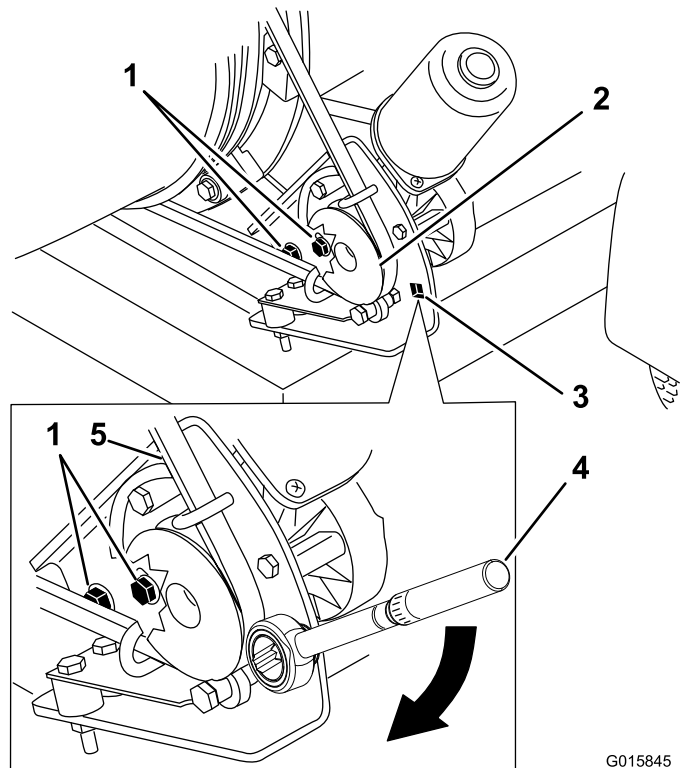

Figura 25
1. Afloje los pernos que sujetan el soporte de montaje de la polea al bastidor del soplador (Figura 25).
2. Coloque una llave dinamométrica en el soporte de montaje de la polea (Figura 25).
3. Gire el soporte de montaje de la polea alejándolo de la tobera hasta que la llave dinamométrica dé una lectura de 22,6 a 26,0 N·m (Figura 25).